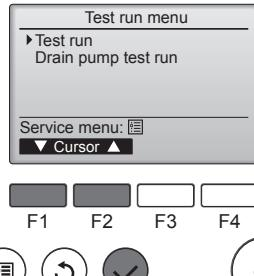

Fig. 7-2
- ② Odaberite „Test run” (Probni rad) iz izbornika Probni rad, a zatim pritisnite gumb [ODABERI]. (Fig. 7-2)
- ③ Počinje probni rad i prikazuje se operativni zaslon Probni rad.